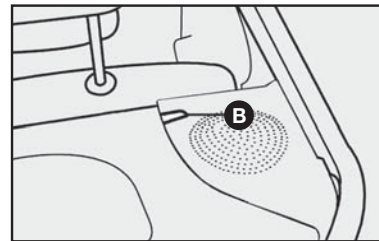

fig. 71
2) Tirar os pinos da cobertura do porta-malas das respectivas sedes **B-fig. 71** e removê-lo.